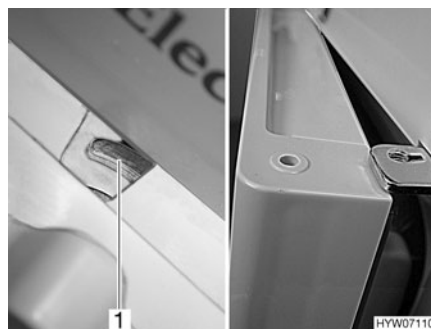

Fig. 135 Porte du réfrigérateur en position de ventilation (Dometic Série 7)
- Pousser le dispositif de verrouillage complètement vers la droite. La porte du réfrigérateur est fixée à l'aide de l'arrêt de porte (Fig. 135,1). La porte du réfrigérateur reste ainsi légèrement ouverte (Fig. 135).